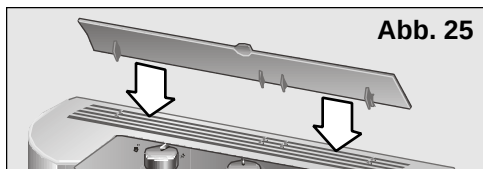

Abb. 25
- ☐ Öffnen Sie die Luftleitklappe auf der Geräteoberseite. Beim Modell **PAM18100** kann die Luftleitklappe zur effizienteren Luftumwälzung wie in den **Abb. 25** und **26** dargestellt, aufgesteckt werden.
- ☐ Befestigen Sie für eine bessere Luftumwälzung die Luftleitklappe wie in den **Abb. 25** und **26** dargestellt.